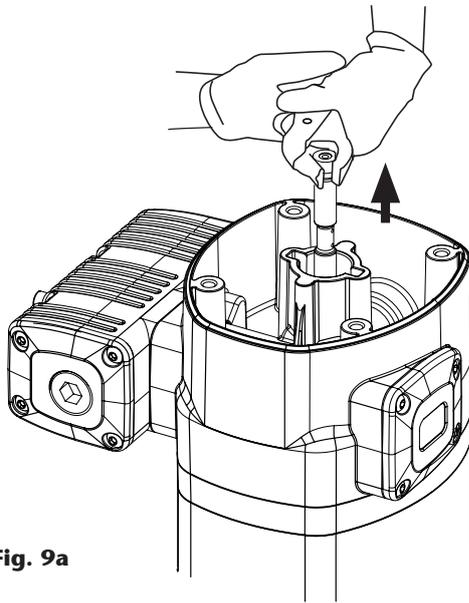
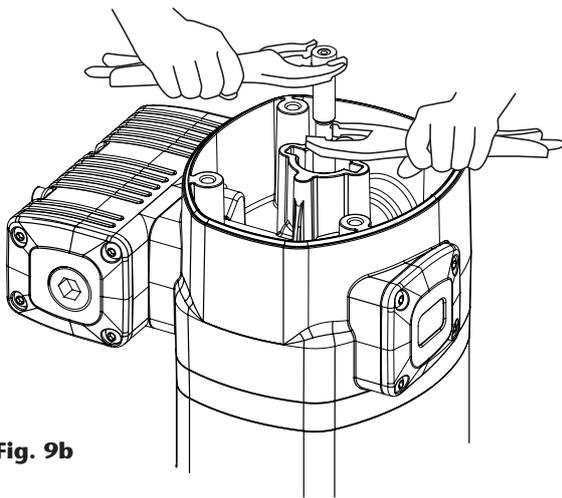

Fig. 9a
Fig. 9b
1. Unscrew the bolts (2) and remove the cap (3).
2. Unscrew the sensor sleeve (4).
3. With a manual clamp on the nut (5), pull the rod (40) outwards until its central recess appears (fig. 9a). Then, with another manual clamp, grab the rod (40) on said recess to prevent sealing surface to be damaged, and unscrew the nut (5) (fig. 9b).
4. Remove o-ring (6) and ring (7), and replace them with new ones later.
5. Unscrew the bolts (55). Pull the motor body (13) outwards to free it along with bridle (36).
6. Take away the gasket (9) and replace its seals (8) and (10).
7. Unscrew the bolts (37) and split the motor (13) from the bridle (36). Take away the washer (32) and replace the seal (8).
8. Take away the cylinder (50) while carefully holding the air piston (45). Replace the piston seal (44).
9. Reassemble in reverse order, applying thread locker in screws (37), nut (5) and sensor sleeve (4).
1. Dévisser les quatre vis (2) et retirer le couvercle (3).
2. Dévisser le bouchon de l'inverseur (4).
3. Avec une pince manuelle sur la douille de serrage (5), tirer la tige (40) vers l'extérieur jusqu'à ce qu'apparaisse son évidement central (Fig. 9a). Puis, avec une autre pince manuelle, saisir la tige (40) sur l'évidement pour prévenir les dommages sur la surface pouvant entraîner des problèmes d'étanchéité, et dévisser l'écrou (5) (fig. 9b).
4. Enlever le joint (6) et la bague (7), puis utiliser les nouvelles lors du remontage.
5. Dévisser les quatre vis (55). Retirer le moteur (13) pour libérer la tête avec la bride (36).
6. Retirer le capuchon de l'inverseur (9). Remplacer les joints (8) et (10) de ce capuchon.
7. Dévisser les cinq vis (37) et séparer le corps de moteur (13) de la bride (36). Retirer la rondelle (32) et remplacer le joint (8).
8. Retirer le cylindre (50) en tenant soigneusement le piston (45). Remplacer le joint (44) du piston.
9. Remontage dans l'ordre inverse, Application frein filet sur les vis (37), la douille de serrage (5) et le bouchon de l'inverseur (4).
1. Desenrosque los cuatro tornillos (2) y quite la tapa (3).
2. Desenrosque el tapón inversor (4).
3. Con ayuda de una mordaza manual sobre el casquillo (5), tire hacia fuera del vástago (40) hasta que aparezca su rebaje central (fig. 9a). Después, con otra mordaza manual agarre el vástago (40) en dicha zona rebajada central para no dañar la superficie destinada al sellado y desenrosque el casquillo (5) (fig. 9b).
4. Deseche la tórica (6) y el aro (7), y use otros nuevos posteriormente al volver a montar.
5. Desenrosque los cuatro tornillos (55). Tire hacia arriba del cabezal motor (13) hasta liberarlo junto con la brida (36).
6. Quite el casquillo inversor (9). Sustituya las juntas (8) y (10) de este casquillo.
7. Desenrosque los cinco tornillos (37) y separe el cuerpo motor (13) de la brida (36). Extraiga la arandela (32) y sustituya la junta (8).
8. Retire el cilindro (50) sujetando con cuidado el émbolo (45). Sustituya la junta (44) de dicho émbolo.
9. Vuelva a montar el conjunto en sentido inverso, aplicando fijador de rosca en los tornillos (37), casquillo (5) y tapón inversor (4).